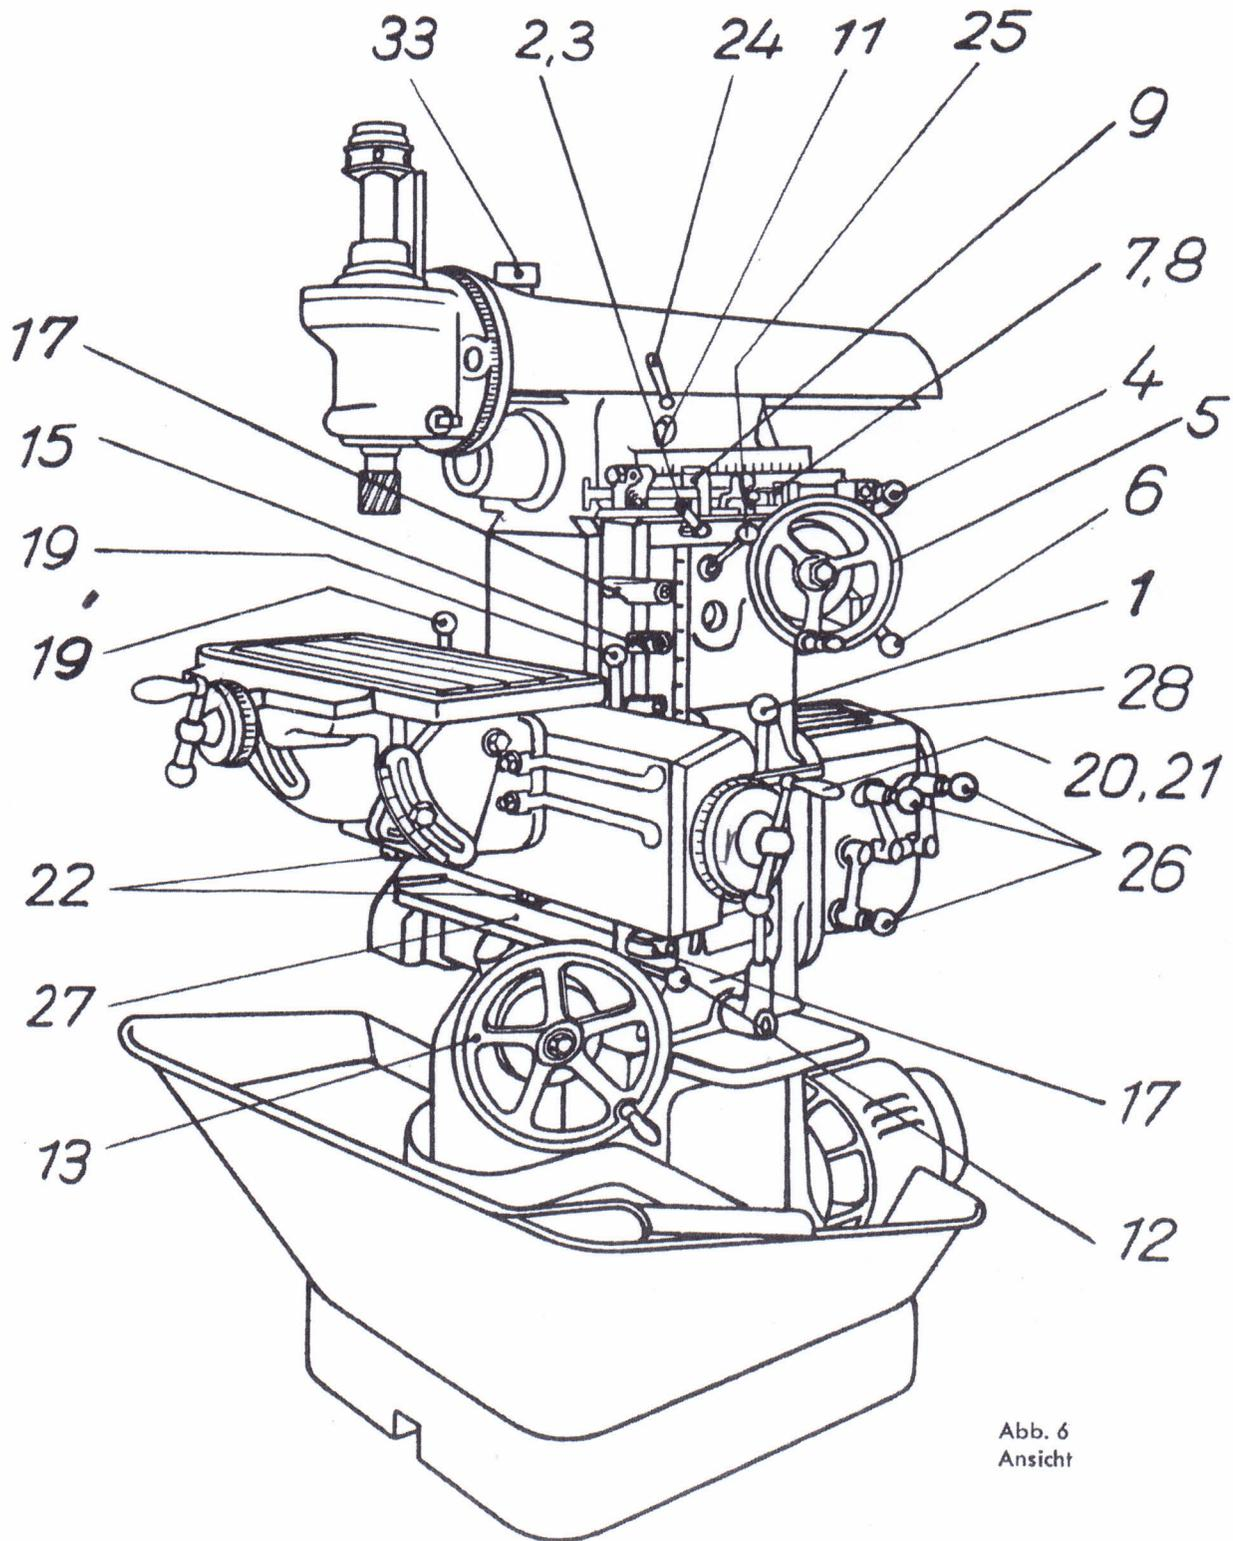

Abb. 6
V. Probelauf (hierzu Abb. 6, 7 und 15)
c) Gegenhalterschlitten (hierzu Abb. 6 und 7)
f) Höhengschlitten (hierzu Abb. 6)
g) Längsschlitten (hierzu Abb. 6 und 7)